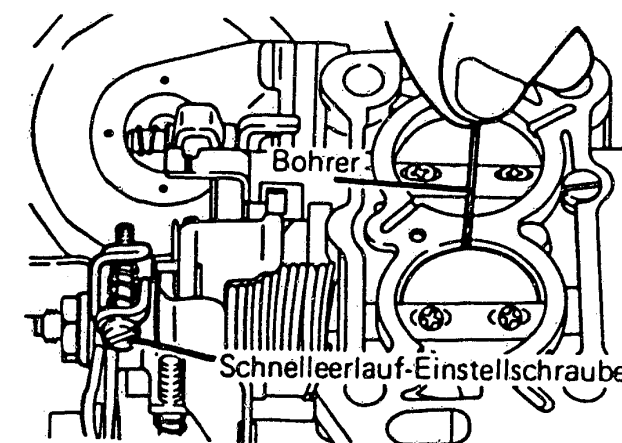

Bild 24 Einstellung des Schnelleerlaufs bei 23°C mit einem Bohrer von 0,51 mm Durchmesser.
f) Der **Schnelleerlauf** wird am ausgebauten Vergaser eingestellt (Bild 24).